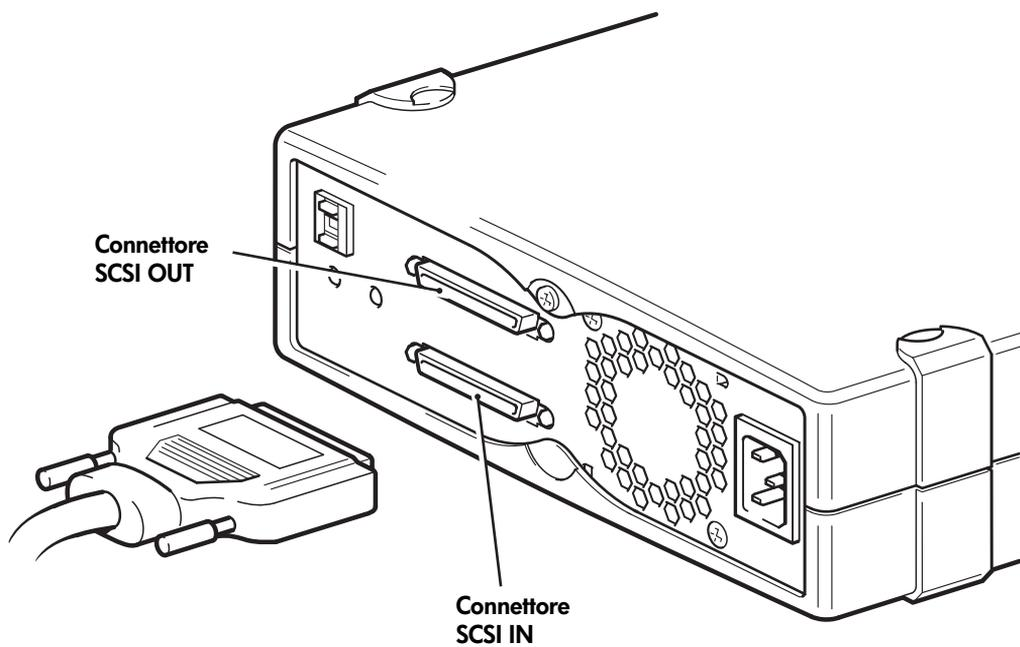

Figura 5: collegamento del cavo SCSI
- 4 Collegare la connessione HD del cavo SCSI a uno dei connettori SCSI-IN posti sul pannello posteriore dell'unità a nastro e fissarla stringendo le viti (vedere la figura 5). **Non** collegare il cavo al connettore SCSI-OUT.